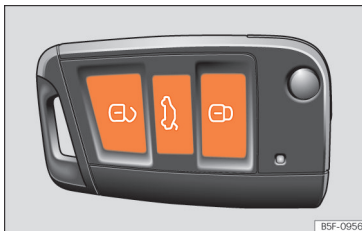

Fig. 82 Chave com comando à distância: botões.
- Trancar: pressione o botão  » **Fig. 82.**